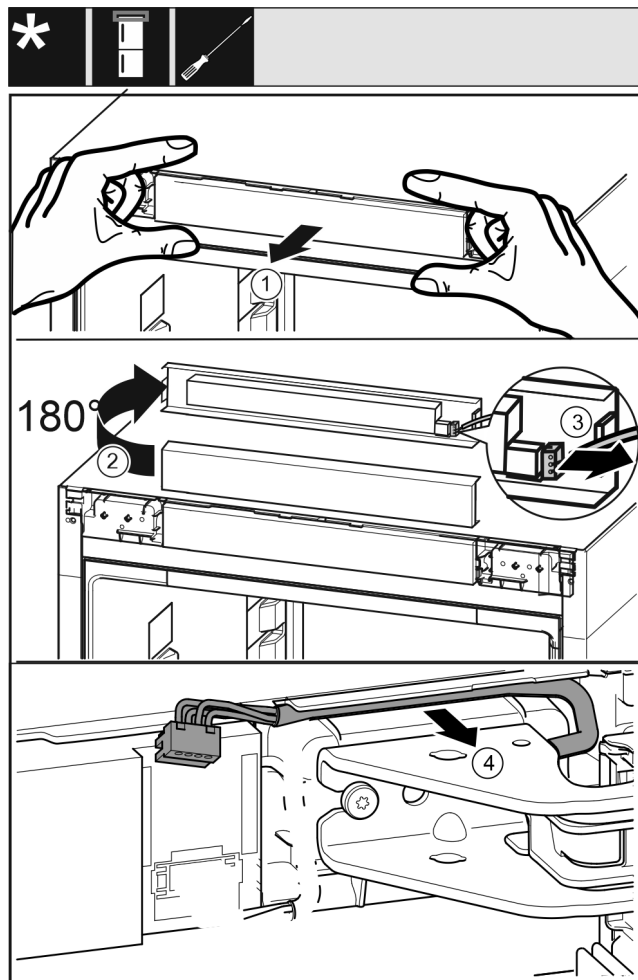

Fig. 19
- ▶ Libérer soigneusement le panneau de commande de l'appareil vers l'avant. Fig. 19 (1)
- ▶ Faire tourner le panneau de commande vers le haut de 180°. Fig. 19 (2)
- ▶ Pousser l'ergot vers l'arrière et retirer soigneusement la prise. Fig. 19 (3)
- ▶ Sortir délicatement du guide le câble au-dessus du support de palier. Fig. 19 (4)